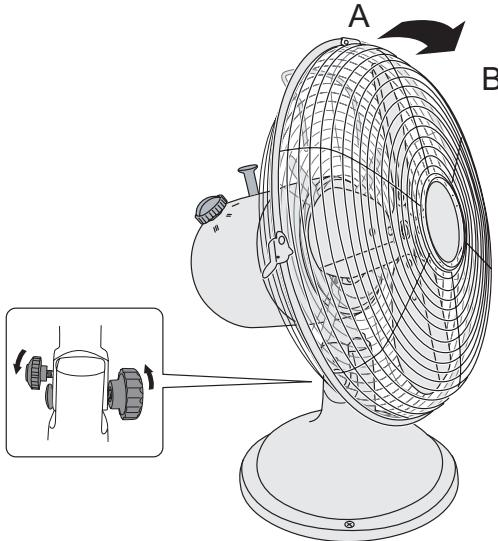

Abbildung 2
2. Stellen Sie die gewünschte Richtung des Luftstroms ein (siehe Abbildung 2). Sie können den Ventilator:
- a. gerade nach vorn (Situation A) richten oder leicht nach unten neigen (Situation B). Drehen Sie die zuerst die Feststellschrauben etwas los. (siehe Abbildung 2) Drehen Sie den Ventilatorkob und das Motorgehäuse vertikal in die gewünschte Position. (in einem Winkel von 10°) Drehen Sie die Feststellschrauben wieder fest.